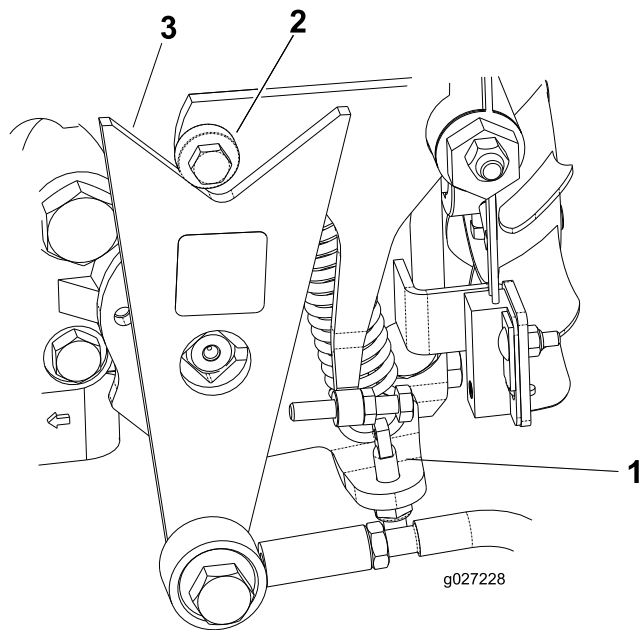

Figura 48
- Se as rodas rodarem na direção certa, desligue o motor e ajuste a mola ajustando o bloqueio do pino (Figura 48). Ajuste a posição neutra da tração; consulte Ajuste da posição neutra da transmissão de tração \(página 33\).